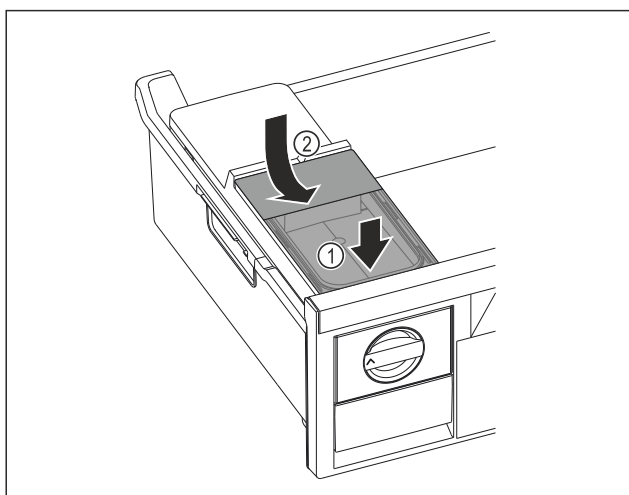

Fig. 152
- ▶ Sæt vandtanken i forfra. Fig. 152 (1)
- ▶ Sænk vandtank ned bagest. Fig. 152 (2)